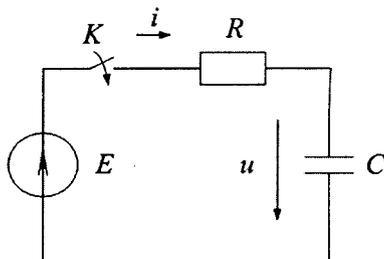

Рис. 5.1
Рассматривается переходный процесс в электрической цепи, состоящей из источника постоянной электродвижущей силы  $E$ , резистора с сопротивлением  $R$  и конденсатора емкостью  $C$  (рис. 5.1). Величины  $E$ ,  $R$ ,  $C$  можно задать самостоятельно. Начальное значение напряжения на конденсаторе  $u(0)$  принято равным 0. Требуется определить напряжение  $u(t)$  и ток в цепи  $i(t)$  при  $t \geq 0$ , полагая, что в момент  $t = 0$  замыкается ключ  $K$ .
Построить кривые напряжения  $u(t)$  и тока  $i(t)$  в цепи рис. 5.1 с использованием алгоритма явного метода Эйлера. Параметры цепи можно выбрать самостоятельно. Напряжение определяется по уравнению (3), ток – по уравнению (1).